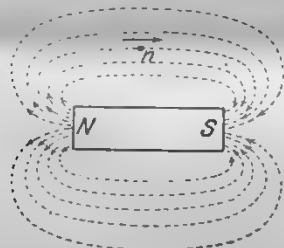

Рис. 1. Силовое поле магнита.
магнит с одним только северным полюсом, то силовая линия оказывается тем путем, по которому передвигался бы этот воображаемый магнитик (n) вблизи магнита NS (рис. 1). На основании закона Кулона и правила сложения сил, такие линии можно было бы построить. Напомним еще, что форму силовых линий можно получить, если покрыть магнит бумагой и рассыпать на ней железные опилки. Все силовые линии выходят из северного полюса (N) магнита и входят в южный (S). Чем она гуще, тем сильнее магнитные силы, поэтому действие магнита сильнее всего у его полюсов.